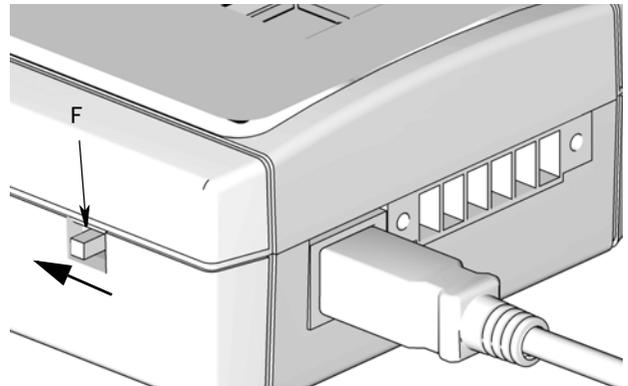

图 6
3. 应确保选择开关（F）设置在 USB 连接的正确位置。请参见图 6 了解开关设置。